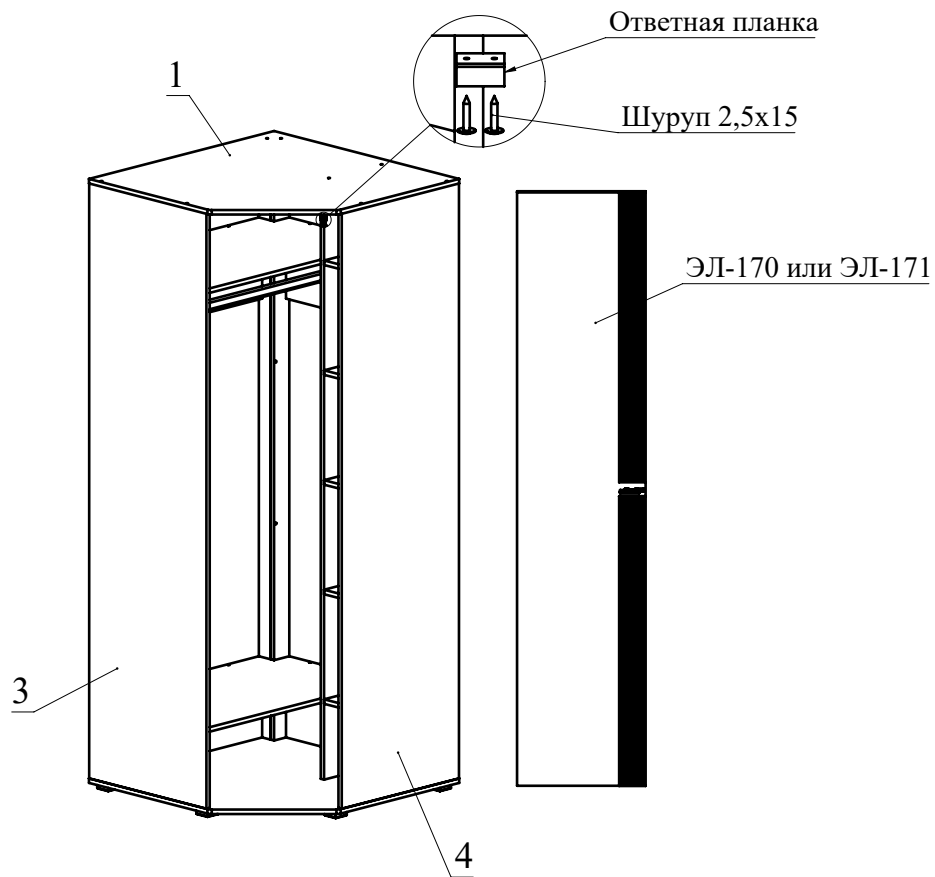

Рис. 10
14. Отрегулируйте дверь с помощью регулировочных винтов (Рис.10).